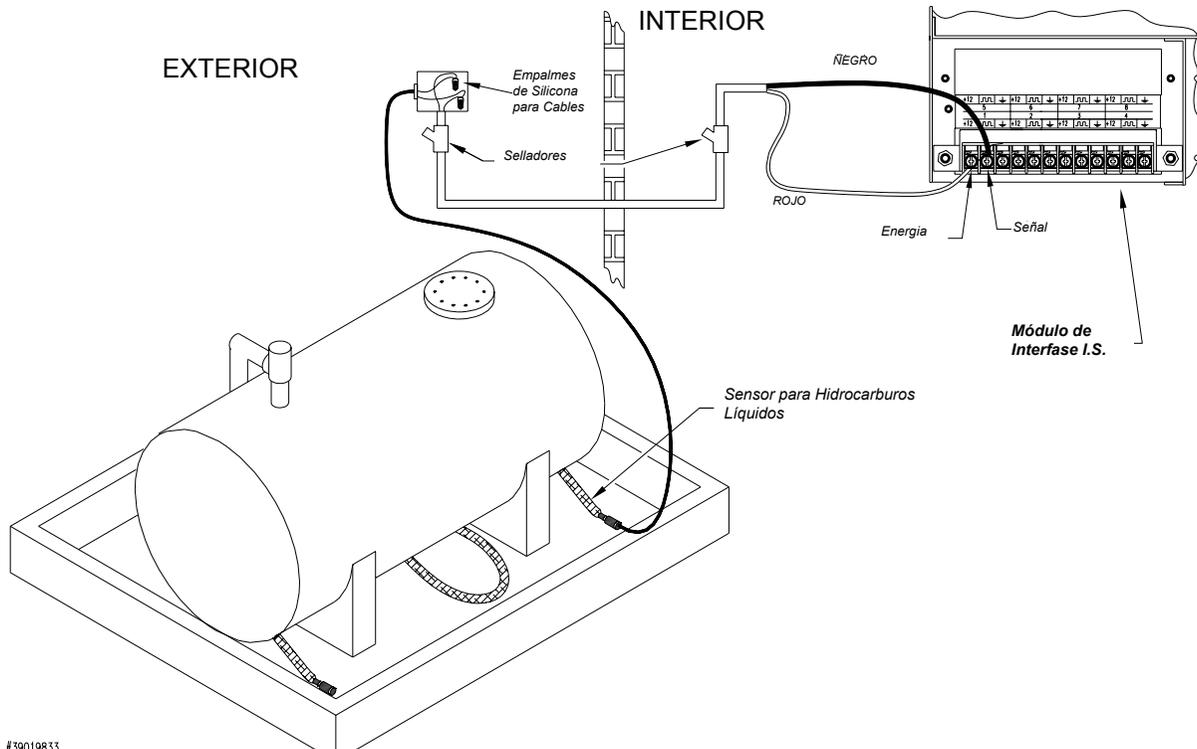

Figura 18: Instalación de un Sensor para Hidrocarburos Líquidos
- Vea la Figura 18 en la Página 48.